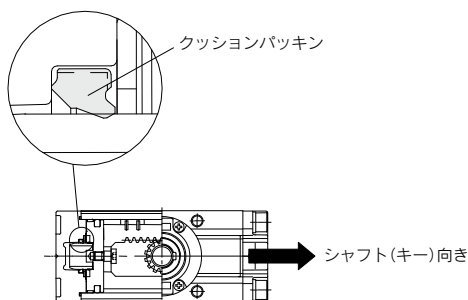

図2 シャフトおよびクッションパッキンの組付方向
- ④ ラックとピストンを左側カバー③に当たるまで押した後、シャフト⑤を本体に挿入する。このとき、キー溝の方向は図2に示すように右側カバー②の方向となるように組立てる。
- ⑤ 上部ベアリング⑭とベアリング押え⑩をシャフトおよび本体に装着し、十字穴付タッピンねじ⑰で固定する。
- ⑥ チューブガスケットを右側カバーに装着して本体に取付け、座金付六角穴付ボルトで固定する。
- ⑦ 組立完了後作動テストおよび外部への空気漏れについて点検する。